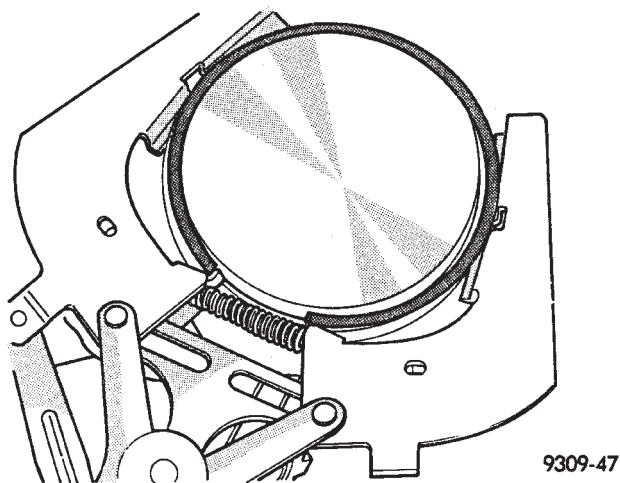

Abb. 97 Oberer und mittlerer Pleuellagerbolzen — Einbau
(9) Anschließend zunächst den mittleren und dann den oberen Pleuellagerbolzen am Pleuellager anbringen (Abb. 97).